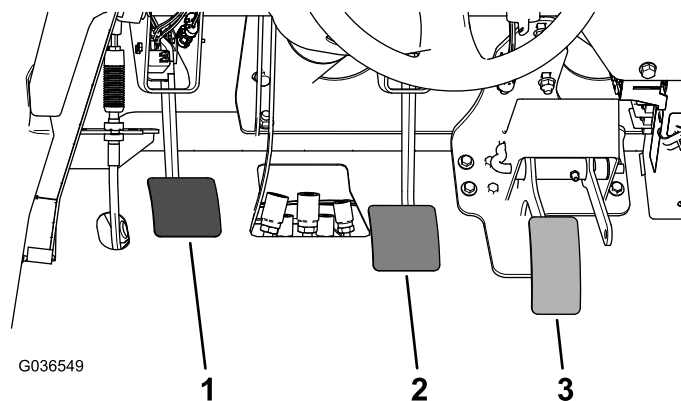

Figura 61
2. Levante o pedal de travão (Figura 61) até que este entre em contacto com a estrutura.
3. Desaperte as porcas de retenção que fixam a culatra ao eixo do cilindro principal (Figura 61).